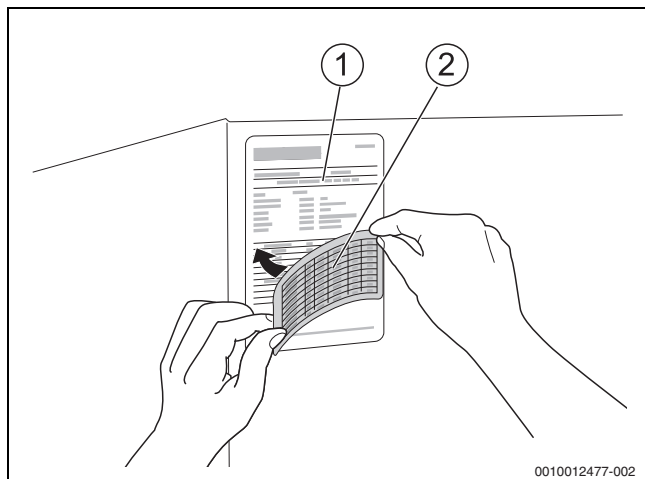

Рис. 29 Обновление заводской таблички при переналадке в рамках семейства природных газов и для сжиженного газа (не для варианта LowNOx)
- ▶ В соответствующем месте заводской таблички котла (→рис. 29, [1]) наклейте прилагаемую наклейку (→рис. 29, [2]) с указанием применяемого вида газа и соответствующей диафрагмы.